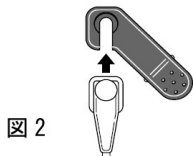

図 2
- 3) センサ部分の黒いボタンをセンサラップの穴に押し込み、センサ部分を固定する(図2)。
- 3) センサ部分のボタンを滑らせて、クリップの溝に沿ってセンサ部分を完全にはめ込む(図2)。